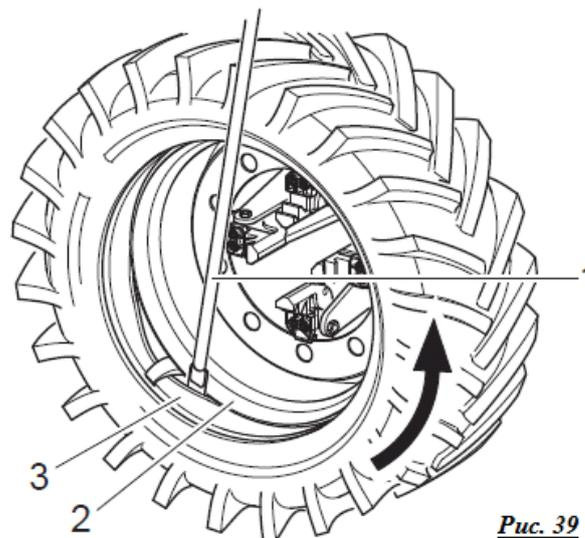
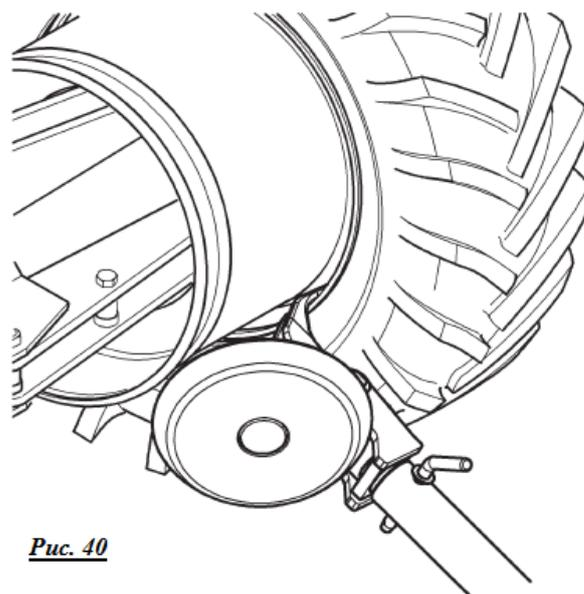

Рис. 39
Рис. 40
- Вставьте рычаг (рис. 39, с. 1) между ободом (рис. 39, с. 2) и бортом (рис. 40, с. 3) справа от инструмента.
- Удерживая рычаг нажатым, опустите колесо так, чтобы край обода находился на расстоянии примерно 5 мм от крючкового держателя, затем поверните зажимное устройство против часовой стрелки, удерживая рычаг (рис. 39, с. 1) нажатым до тех пор, пока шина не будет полностью отделена от колесного диска.
- Перемещайте инструмент вперед до тех пор, пока ось контрольной метки не будет совпадать с осью внешнего края обода, находясь на расстоянии примерно в 5 мм от самого обода (рис. 40).